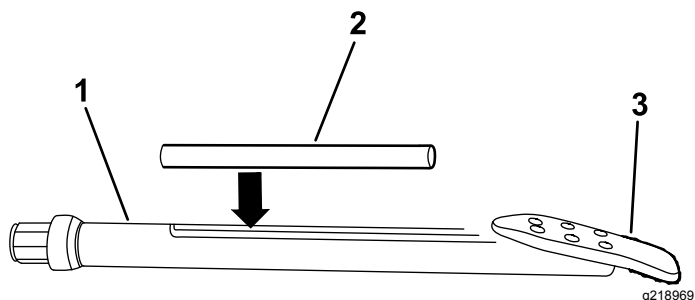

Bild 56
3. Setzen Sie das Ortungsgerät in das Sondengehäuse so ein, dass das vordere Ende zur Bohrkrone zeigt (**Bild 56**).